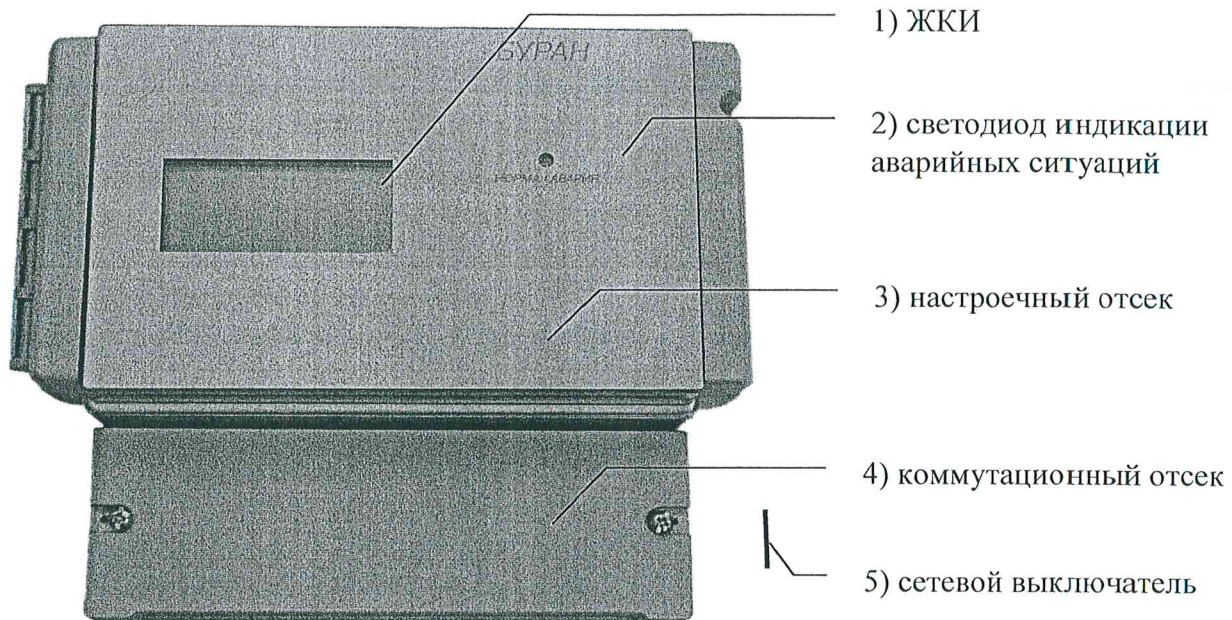
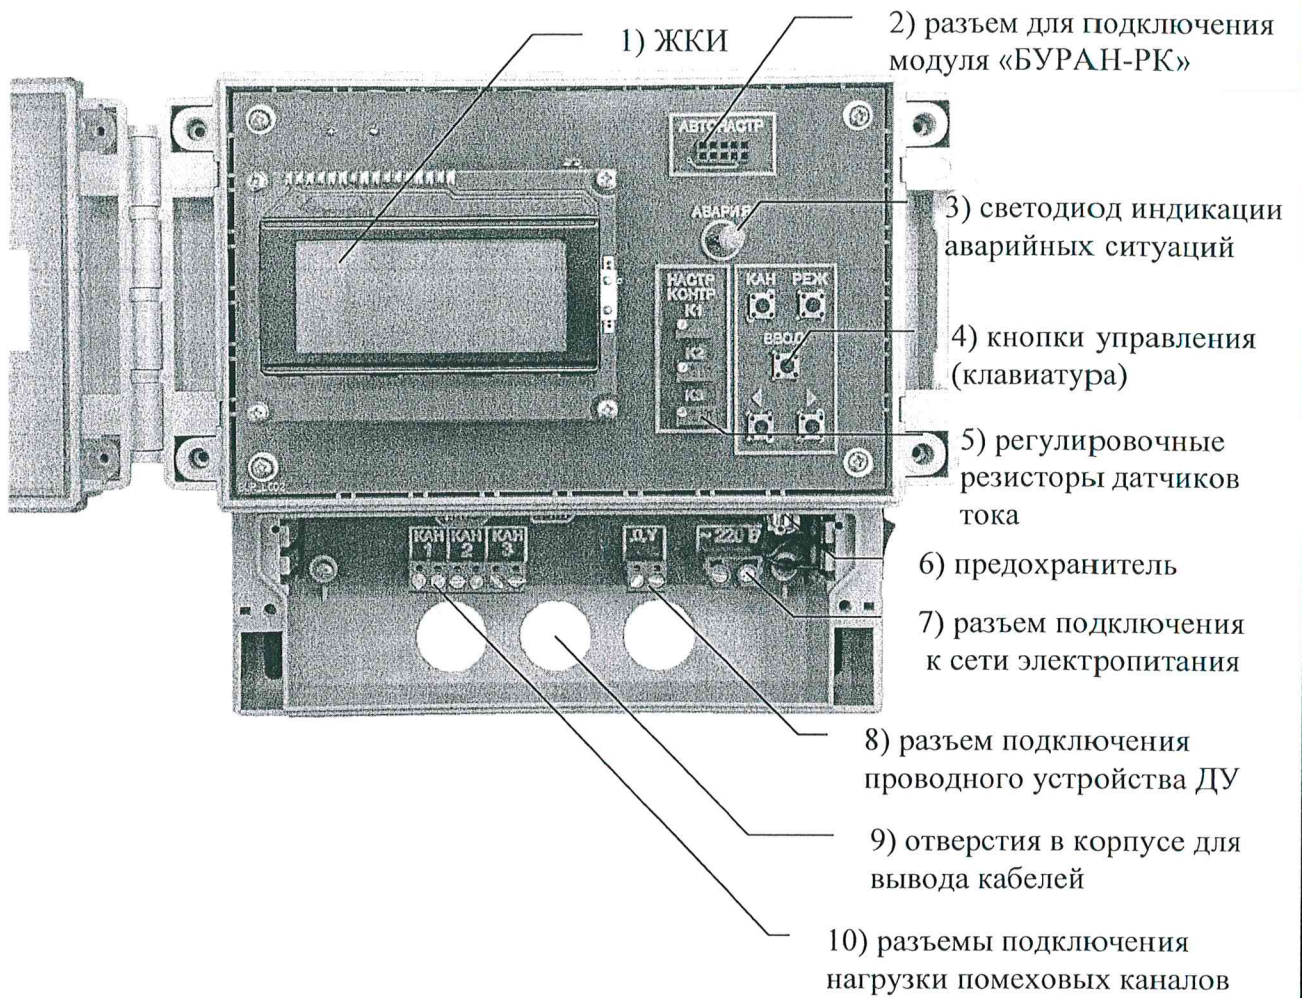

Рисунок 2 - Общий вид изделия «БУРАН»
Рисунок 3 - Общий вид и расположение органов управления и разъемов в настроечном и коммутационном отсеках изделия «БУРАН»
4.10 Конструктивно виброгенератор «БУРАН» выполнен в пластиковом корпусе, имеющем два отсека: настроечный и коммутационный. Каждый из этих отсеков закрывается крышкой. Общий вид изделия «БУРАН» приведен на рис. 2. В настроечном отсеке располагаются ЖКИ, кнопки управления (клавиатура), регулировочные резисторы датчиков тока, светодиод индикации аварийных ситуаций и разъем для подключения модуля «БУРАН-РК». При закрытой крышке в поле зрения пользователя остается только ЖКИ и светодиод индикации аварийных ситуаций. В коммутационном отсеке располагаются канальные разъемы подключения вибропреобразователей или акустических преобразователей, разъем сети электропитания и разъем проводного устройства дистанционного управления. Общий вид и расположение органов управления и разъемов в настроечном и коммутационном отсеках виброгенератора приведены на рис. 3.
7.1.3 Место размещения виброгенератора должно быть доступно для визуального контроля в интересах обеспечения возможности контроля состояния виброгенератора по показаниям органов индикации, расположенных на передней панели прибора (рис. 2).
7.2.1 Сетевой кабель подсоединяется к разъему «~220В», расположенному в правой части коммутационного отсека виброгенератора (рис. 3), выводится из корпуса через специальное отверстие и подключается к электрической сети напряжением 220 В, 50 Гц.
7.2.3 Местное включение электропитания прибора производится выключателем «СЕТЬ», расположенным на правой боковой панели (рис. 2).
7.3.3 Преобразователи подключаются к выходным разъемам помеховых каналов «КАН 1», «КАН 2» и «КАН 3» (рис. 3) в коммутационном отсеке виброгенератора. Подводящие провода выводятся из корпуса через специальное отверстие.